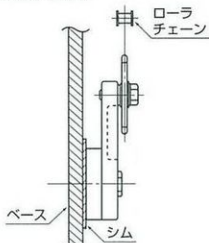

図2 テンショナの位置（側面）
- 4) 図2のようにローラチェーンとアイドルスプロケットの中心が合うようにシムなどで調整してください。